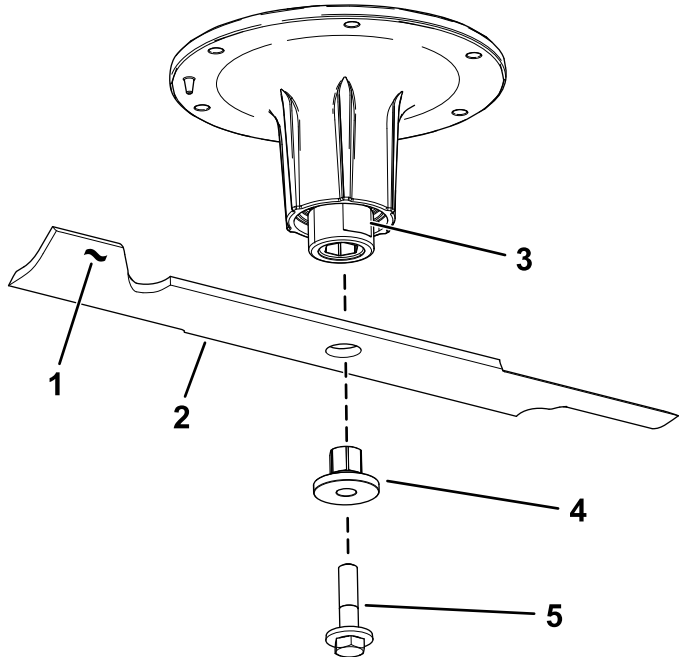

Figura 94
2. Retire el perno de la cuchilla, el casquillo y la cuchilla del eje (Figura 94).